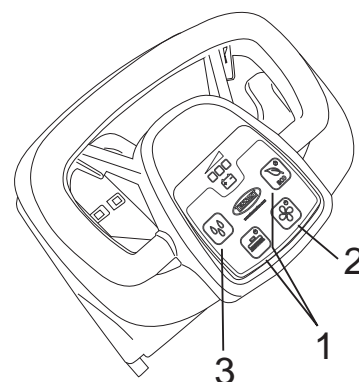

Fig.17
- Trykk på børstetasten eller ECo-tasten (fig 17 - ref. 1). I tillegg til børsten aktiveres oppsugingen og utførelsen av vaskeløsning.
- Kontroller kvaliteten på vaskinen under arbeidet og reguler utførelsen av vaskeløsning ved hjelp av tasten for vaskeløsning (fig. 17 ref. 3).
- Trykk på bryteren til børsteenheten (fig.17-ref.1).
- Slå av oppsugingen ved å trykke på oppsugingstasten (fig.17 - ref.2).